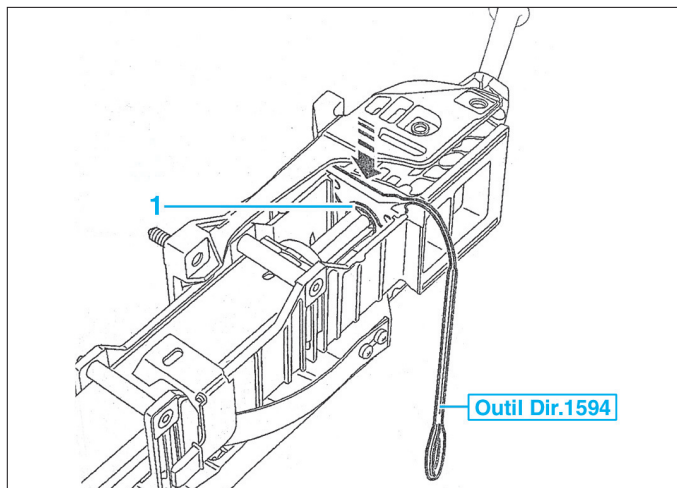

FIG. 4
- Mettre en place la cale constructeur Dir. 1594 pour centrer la colonne, et pour que le verrouillage soit assuré (l'anneau (1) de l'axe doit être visible devant la cale) (fig. 4).